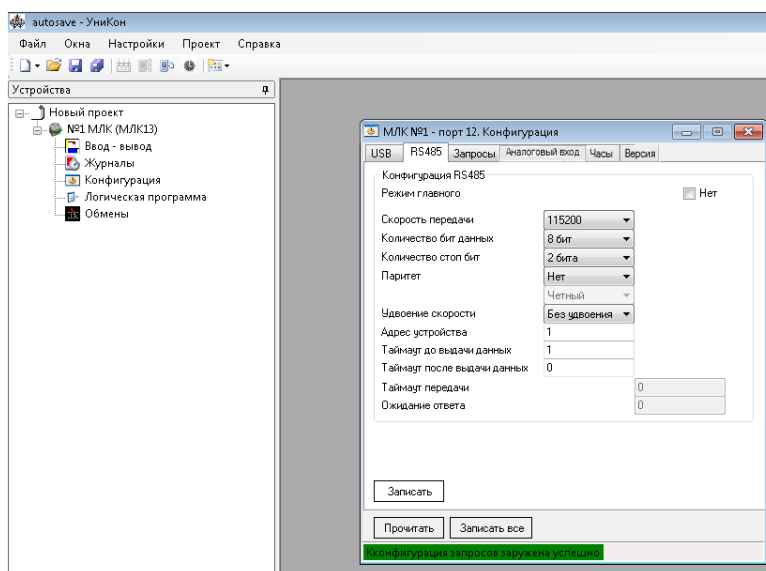

Рисунок 3.8 –Окно «Конфигурация», «RS-485» контроллера в «УниКоне»
Для того, чтобы устройство было на шине ведущим (главным) необходимо в подменю «Конфигурация», вкладка RS-485 (рисунок 3.8) выбрать режим главного.
3.4.2 Вкладка «RS-485» (рисунок 3.8).